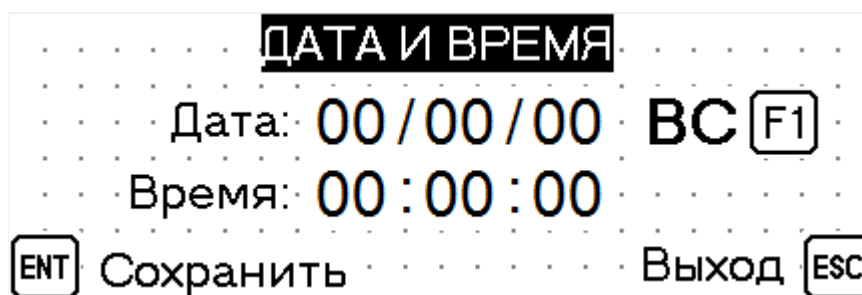

Рисунок 14 — Настройка даты и времени.
*Дата и время.* В последнем разделе меню «Дата и время» (рисунок 14) происходит задание текущих значений даты и времени, для корректной работы системы в режиме «АВТОМАТ-РАСПИСАНИЕ»